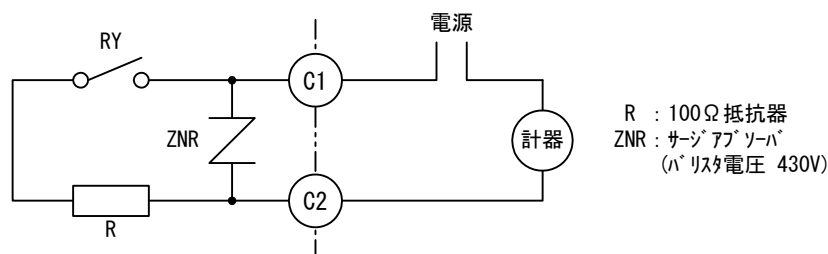

fig. 2 発信接点回路
- (1) 配線は納入仕様書または決定図に基づいて配線して下さい。
- (2) 電流方向の正負の判別は制御電源 (AC200/210V) と直流変流器からの信号 (M, N端子) の位相差で行っております。配線が逆になりますと、電流方向の正負が逆になりますので接続図通りに配線して下さい。
- (3) 三相電源より電源を取られる時には必ず同一の二相より取って下さい。たとえば直流変流器には R, T相より取り、電力量計にはR, S相の電源を使用しますと、電流方向の判別が不可能になりますので、絶対にこのような電源の取り方をしないで下さい。
- (4) 安全のため、又テスト時の事を考え、制御電源には接続図記載の容量に耐えるブレーカを取付けて下さい。
- (5) 記録電力量計や遠方表示のために、発信接点 (C1, C2端子) を使用される時には次の点に注意して下さい。
- b. 接点保護のために接点と直列に抵抗  $100\Omega$  が入っております。(fig. 2 参照)